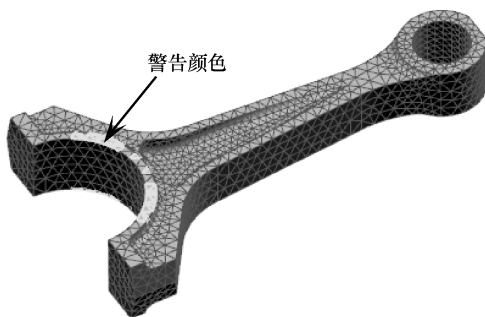

图 9-66 网格质量检查
- 06 单击【检查和信息】面板中【单元质量】按钮, 然后选择网格进行质量检查, 检查结果中有部分警告颜色的单元, 没有发现红色错误单元, 如图 9-66 所示。